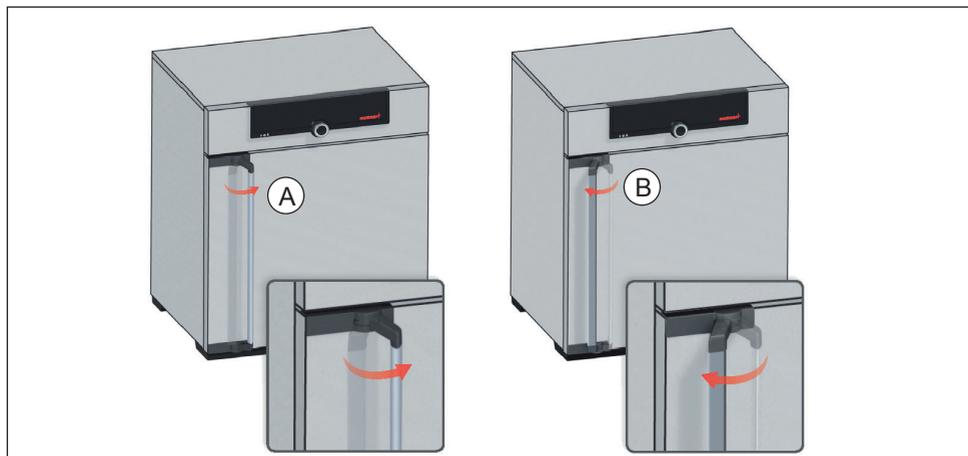

Fig. 11 Apertura y cierre de la puerta
- ▶ Para abrir la puerta, tirar de la manilla hacia un lado (izquierda o derecha, según el modelo de la puerta, Fig. 11, A) y abrir la puerta completamente.
- ▶ Para cerrar la puerta, empújela hasta el fondo y presione la manilla a un lado (B).